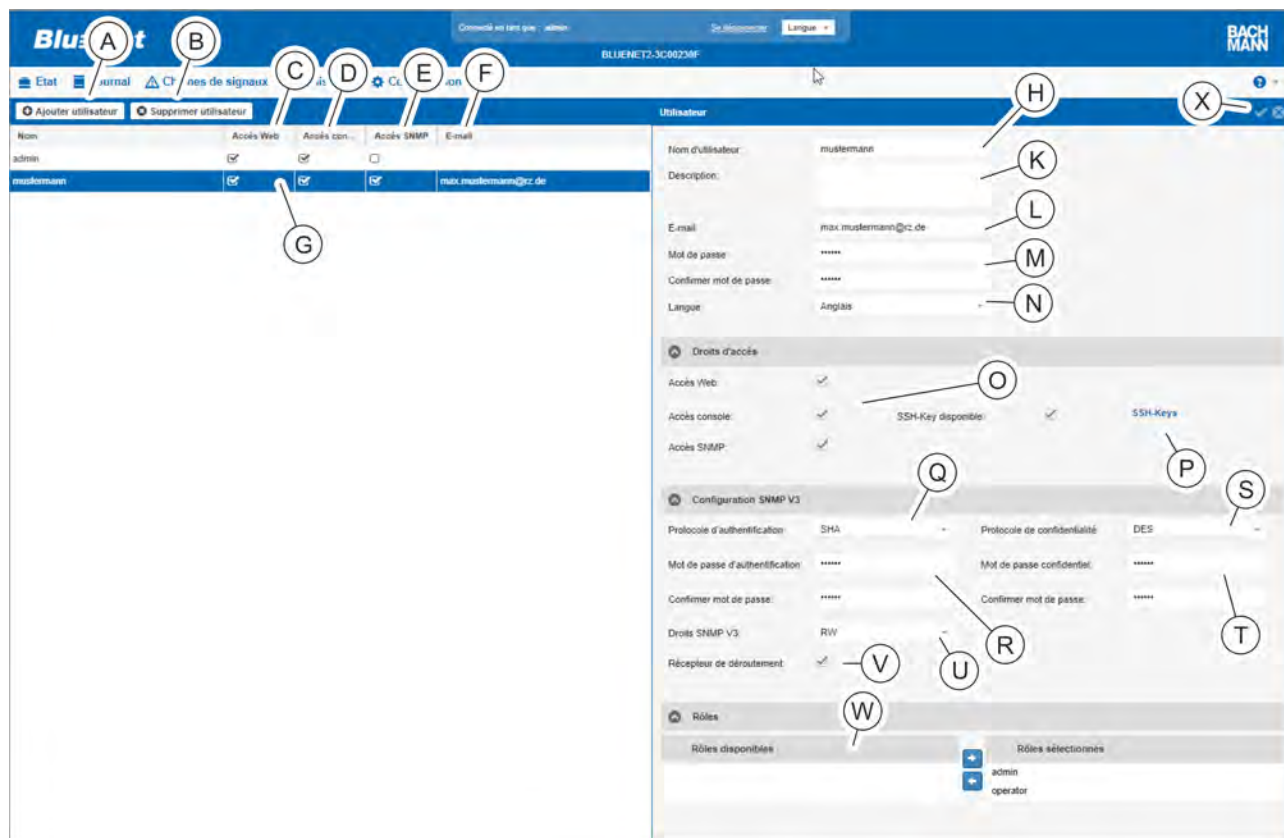

Fig. 133 : Menu « Utilisateur »
2. ➤ Appuyer sur le bouton « *Ajouter utilisateur* » (Fig. 133 /Ⓐ) pour créer un nouvel utilisateur.
Pour modifier un utilisateur existant, sélectionner l'utilisateur approprié dans la liste (Fig. 133 /Ⓢ).
3. ➤ Saisir le nom d'utilisateur (Fig. 133 /Ⓜ).
4. ➤ Si nécessaire, saisir une description de l'utilisateur (Fig. 133 /Ⓚ).
5. ➤ Saisir l'adresse e-mail (Fig. 133 /Ⓛ).
6. ➤ Saisir et confirmer le mot de passe pour l'accès au PDU (Fig. 133 /Ⓜ).
7. Sélectionner la langue (Fig. 133 /©).
8. Attribuer les droits d'accès « Accès Web », « Accès console » et/ou « Accès SNMP » au moyen des cases à cocher correspondantes (Fig. 133 /©).
9. Le bouton « SSH-Keys » permet d'enregistrer des codes SSH pour les connexions SSH (Fig. 133 /©). Copier un ou plusieurs codes SSH dans la fenêtre « SSH-Keys » (Fig. 134) et confirmer avec le bouton « OK ».
10. Si nécessaire, choisir un protocole d'authentification dans la zone « Configuration SNMP V3 » (Fig. 133 /©).
11. Saisir et confirmer le mot de passe d'authentification (Fig. 133 /©).
- 12.** Si nécessaire, choisir un protocole de confidentialité (Fig. 133 / ⓘ).
- 13.** Saisir et confirmer un mot de passe confidentiel (Fig. 133 / ⓘ).
- 14.** Attribuer les droits SNMP V3 (Fig. 133 / ⓘ).
- 15.** Cocher la case « Récepteur de déroutement » si l'utilisateur doit pouvoir être disponible comme récepteur de déroutement (Fig. 133 / ⓘ).
- 16.** Dans le champ « Rôles disponibles », sélectionner un rôle d'utilisateur et appuyer sur le bouton « → » pour le déplacer dans le champ « Rôles sélectionnés » (Fig. 133 / ⓘ).
- 17.** Appuyer sur le bouton « Enregistrer » (Fig. 133 / ⓘ) pour enregistrer les réglages.
Pour supprimer un utilisateur existant, sélectionner l'utilisateur désiré (Fig. 133 /©) et cliquer sur le bouton « Supprimer utilisateur » (Fig. 133 /®). Une boîte de dialogue apparaît alors et comporte une question qui doit être confirmée.